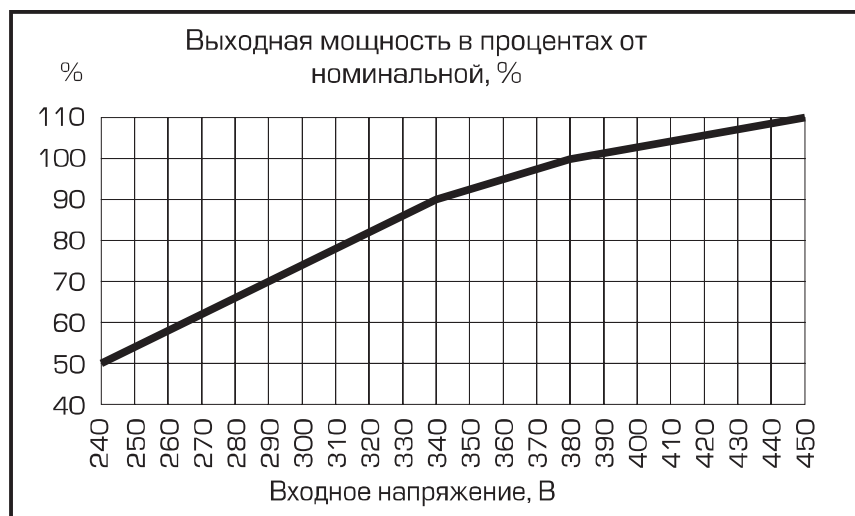

рис.1
*Расчет мощности произведен для работы стабилизатора при входном напряжении от 350 В. Если напряжение ниже 350 В, необходимо учитывать поправку согласно рис.1.